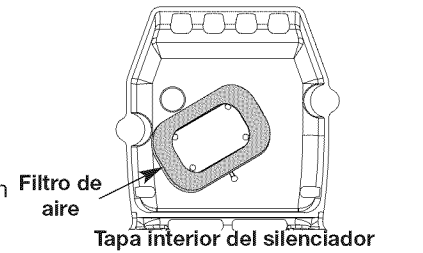

Fig. 14
2. Gire la tapa y ubique el filtro de aire adentro. Saque el filtro de aire de adentro de la tapa del filtro de aire / silenciador (Fig. 14).
9. Reinstale la tapa del filtro de aire / silenciador (Fig. 14).